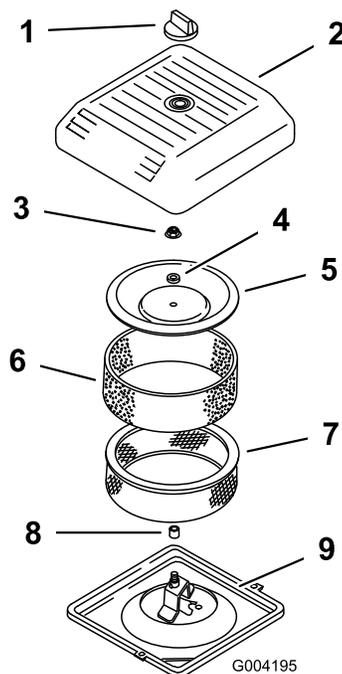

図 43
3. エアクリーナのカバーを固定しているノブを外し、カバーを取り出す(図 43)。
4. ペーパーエレメントについているスポンジエレメントを注意深く外す(図 43)。
5. カバーナットを外し、カバー、スペーサ、ペーパーエレメントを外す(図 43)。
2. エアクリーナのベースにエアクリーナアセンブリを取り付ける 図 43。
3. カバーとスペーサを元どおりに取り付け、ナットで固定する 図 43。ナットを 11N・m 1.09kg・m = 95in-lb にトルク締めする。
4. エアクリーナのカバーを元通りに取り付け、ノブで固定する 図 43。